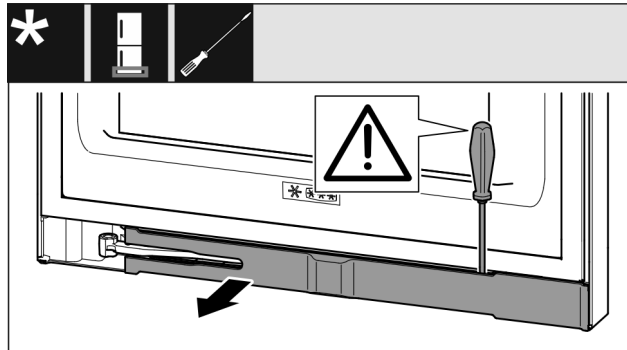

Fig. 12
- Plochým šroubovákem vyjměte zásepku a otočte ji ke straně. (viz Fig. 12)